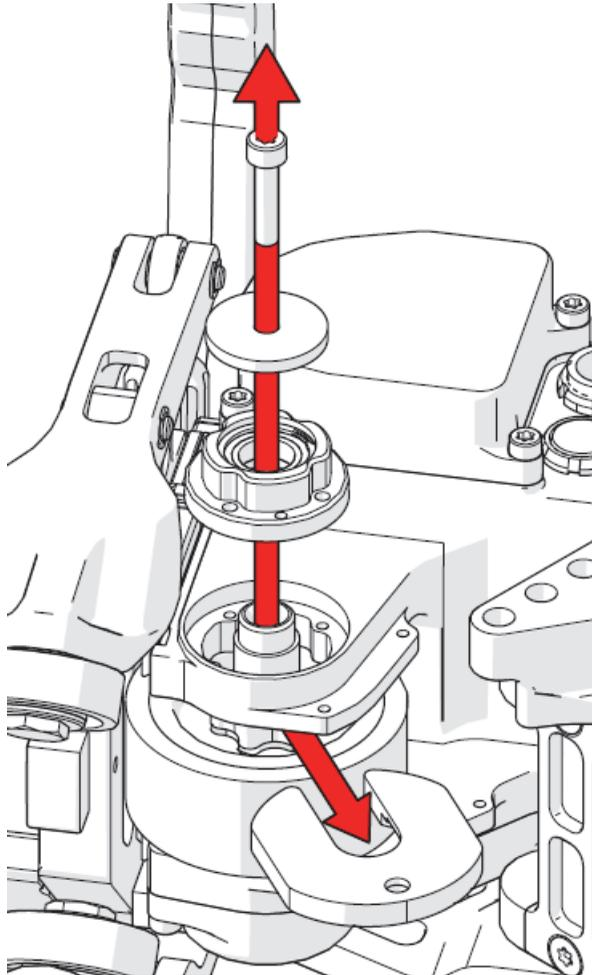

图2-21 拆下轮子螺钉、垫圈、轴承座和轮子拉拔器
23. 拧下轮子拉拔器螺钉并将其连同垫圈、轴承座和轮子拉拔器一起取出（参见第97页的图2-21）。